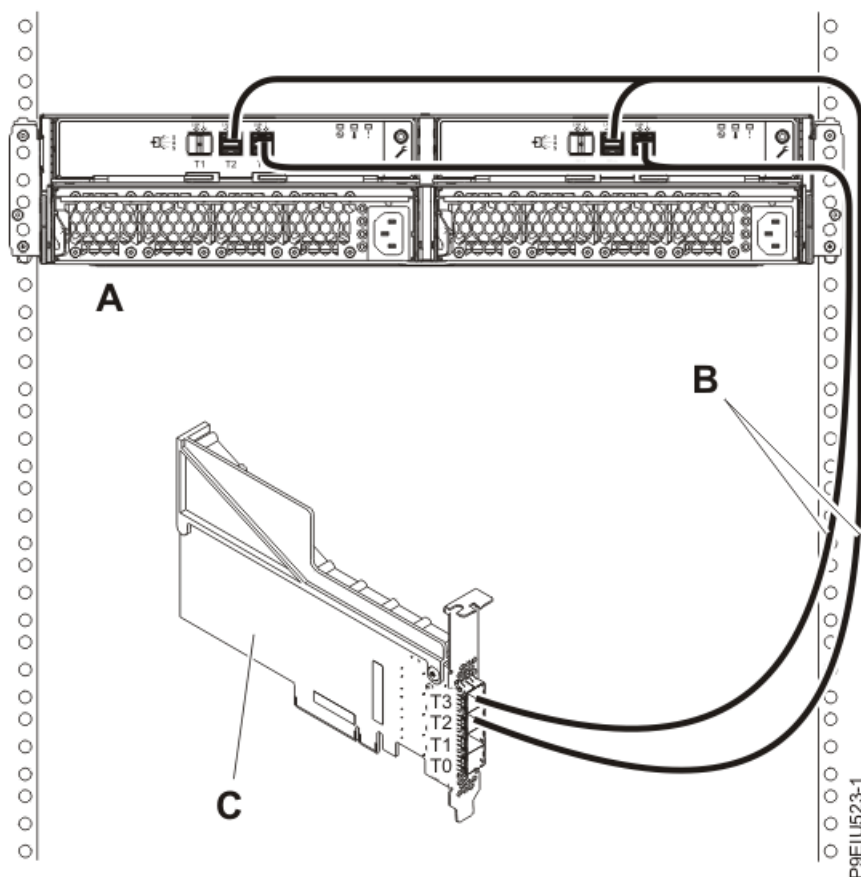

Figura 19. Conexão de modo 2 de um Gabinete de armazenamento ESLS, usando dois cabos Y012, para um adaptador SAS FC EJ0K, localizado no slot PCIe C12 no sistema
19. Conclua uma conexão de modo 2 de um gabinete (A), usando dois cabos YO12 (B), para um adaptador FC EJ0K (C), localizado no slot PCIe C12 no sistema, conforme mostrado em Figura 19 na página 24. Em seguida, continue com “Conectando cabos, cabos de energia e instalando tampas” na página 29.